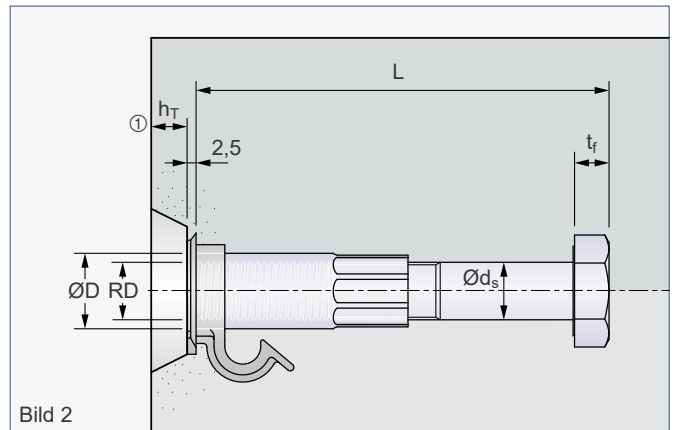

Bild 2
① Wird der PB-Anker vertieft eingebaut, ist die Einbautiefe hT der Aussparungstiefe zu berücksichtigen (siehe Bild 2).